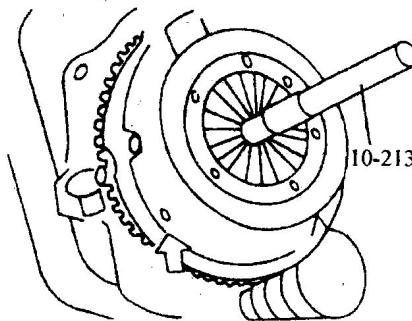

图 1-18 离合器的安装
- 2) 如图 1-18 所示, 用专用工具 10-213, 将离合器从动盘定位于飞轮和压盘中心。